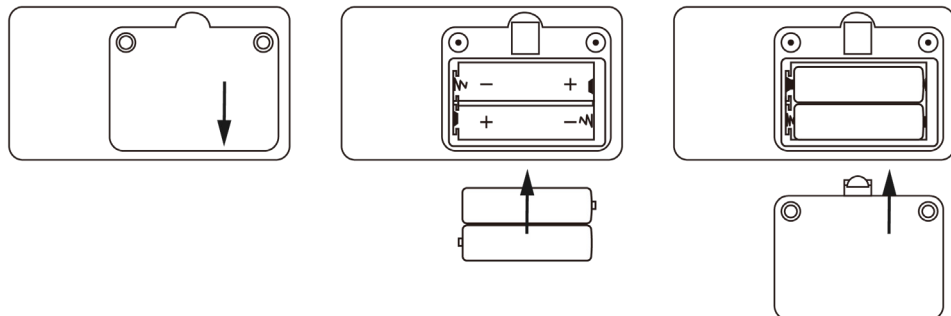

Figura 3. Installazione batterie
- A. Fare riferimento alla Figura 3. Usare un cacciavite per svitare le due viti del vano batterie sul retro del prodotto e aprire il coperchio posteriore del vano batterie.